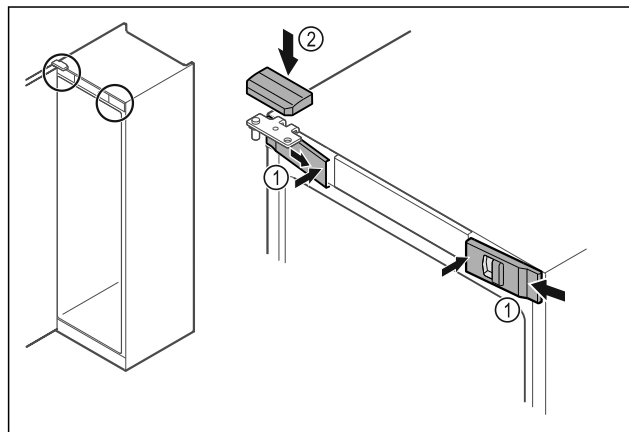

Fig. 37
- ▶ Z boku założyć przednie osłonki Fig. 37 (1) i zaczepić.
- ▶ Górną osłonkę Fig. 37 (2) zaczepić od góry.